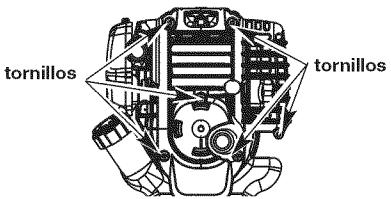

Fig. 30
1. Quite los dos (6) Tornillos de encima de la tapa del motor con un destornillador de pala o Torx #25 (Fig. 30).
4. Saque la cubierta del motor (Fig. 30).
- Apague el motor y espere que se enfrie. Retire los seis (6) tornillos de la parte posterior de la tapa del motor con destornillador de cabeza plana o Torx No. T-25 (Fig. 30).